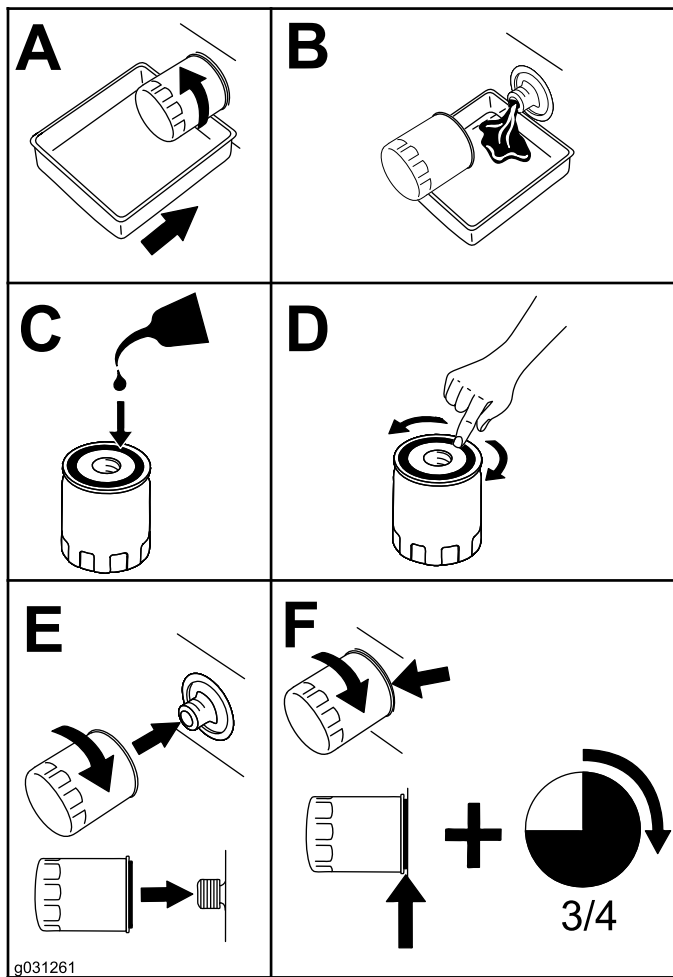

Figura 54
- Mude o filtro do óleo do motor, conforme se mostra na Figura 54.